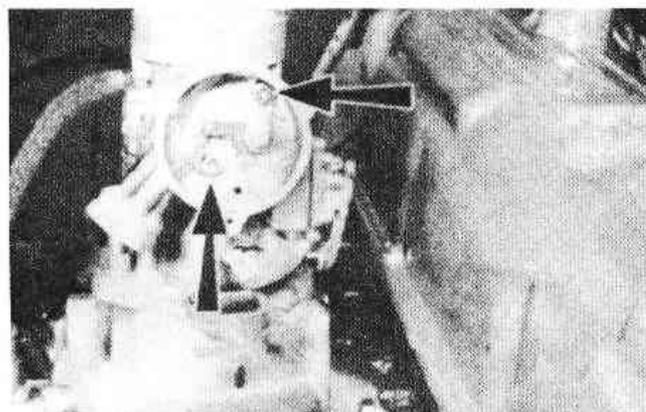

Рис. 3.25. Винты корпуса воздушной заслонки (Разд. 23)
4. Выверните два винта, крепящие корпус воздушной заслонки и винт, крепящий тягу к оси заслонки. Снимите корпус привода заслонки (Рис. 3.25 и 3.26).